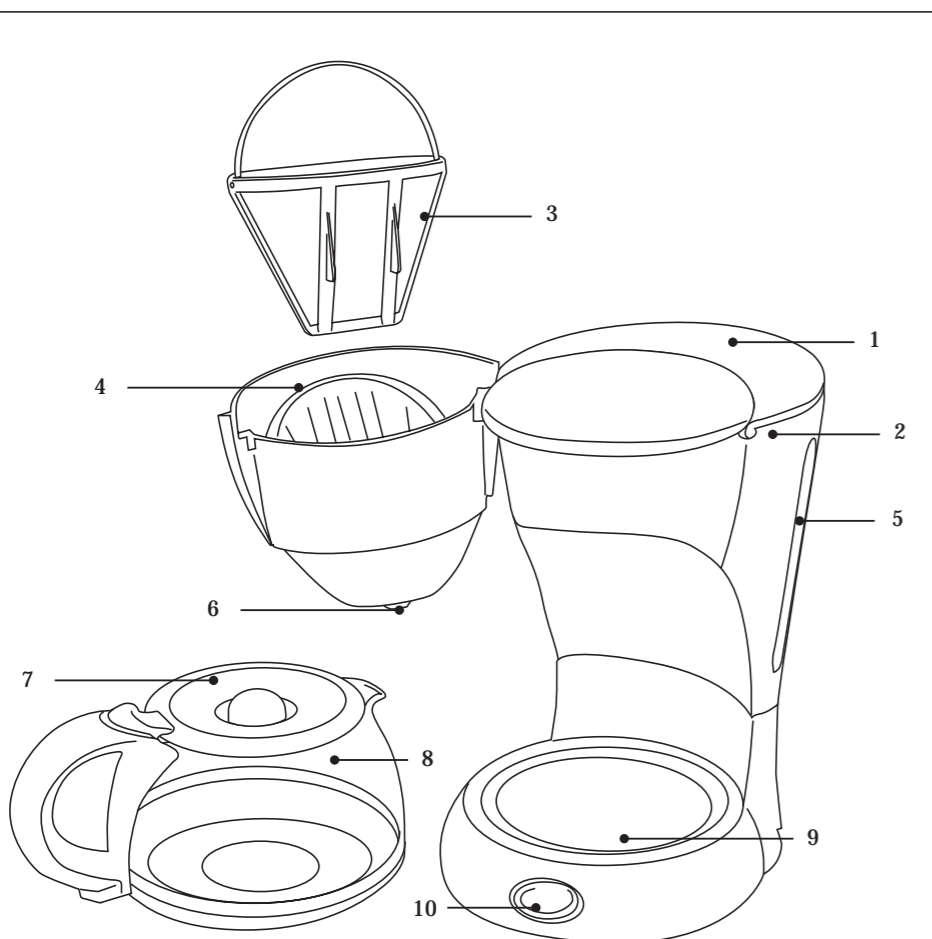

Fig. 1
1. DESCRIPCIÓN GENERAL (Fig.1)
1. GENERAL DESCRIPTION (Fig.1)